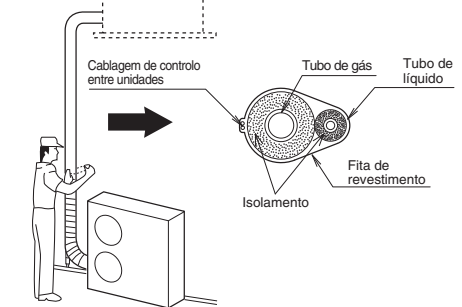

Fig.7-11
- (1) Agora, os tubos de refrigerante (e instalação eléctrica se as normas locais permitirem) devem ser isolados juntos com fita de blindagem em 1 fardo. Para evitar o transbordamento da condensação no colector de drenagem, mantenha o tubo de drenagem separado da tubagem do refrigerante.
- (2) Enrole a fita de blindagem desde o fundo da unidade exterior até o topo da tubagem onde a mesma entra na parede. À medida que enrola a tubagem, sobreponha a metade de cada volta de fita.
- (3) Prenda o fardo de tubagem na parede, utilizando 1 braçadeira aproximadamente cada metro. (Fig. 7-11)